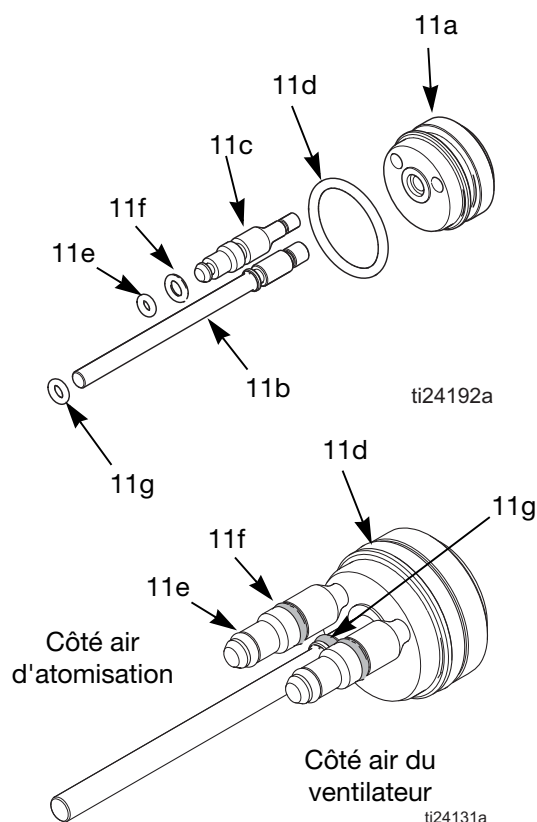

Fig. 24. Joints toriques du piston
4. Retirez la tête du piston (13) de l'arrière du pistolet.
5. Poussez sur la tige de piston (11) pour sortir le piston par l'arrière du pistolet.
6. Contrôlez si les joints toriques (11d, 11e, 11f, 11g) sont endommagés. Voir Tableau 3 et FIGURE 24.
9. Installez le ressort (12) et la tête du piston (13).